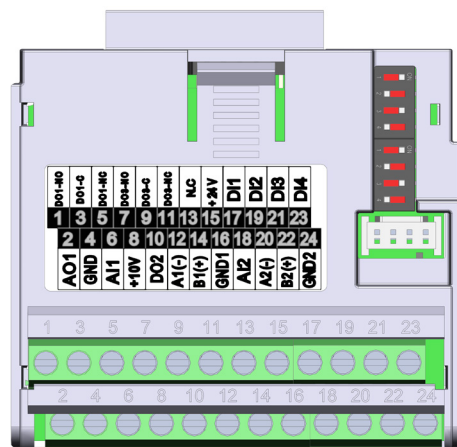

图 19.4: 插入模块CFW500-CRS485
CFW500-CRS485 插入式模块在端子 12 (A-) 和 14 (B+) 处具有通过 RS-485 端口的串行 (1) 接口, 以及通过另一个 RS-485 端口的串行 (2) 接口在端子 20 (A2+) 和 22 (B2+) 处, 请参见 图 19.4 (第19-1页)。另请参见, 端子 16 上的 GND1 和端子 24 上的 GND2 彼此隔离, 并与端子 16 上的 GND 隔离。